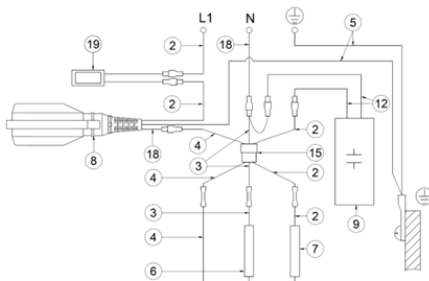

Abb.1
- Die Pumpen sind ausgerüstet mit einem Thermo-Überlastungsschutz, welcher, einmal ausgelöst, manuell zurückgesetzt werden muss (Abb.1)